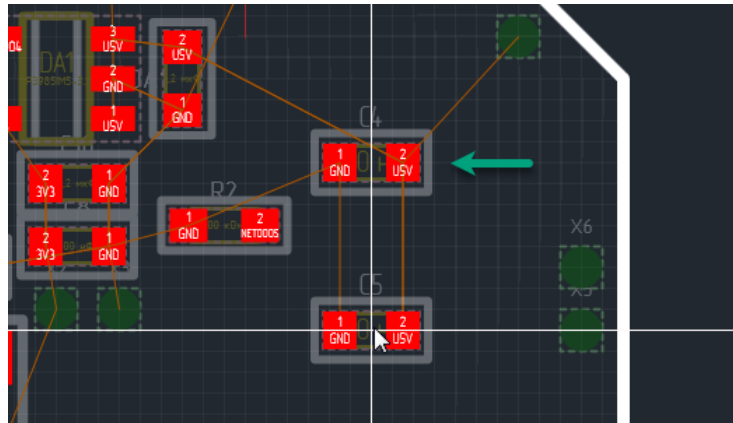

Рис. 93 Завершение размещения
4. Нажать левую кнопку мыши в требуемом для размещения месте, после чего посадочное место компонента будет размещено на плате, см. Рис. 93.